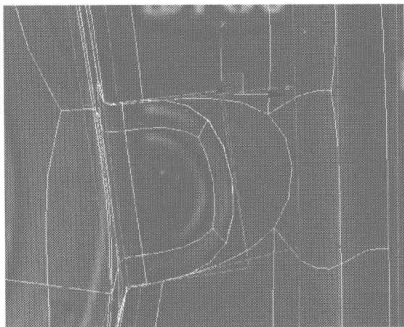
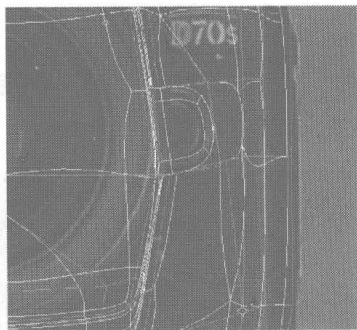

图 6.297
图 6.298
- 06** 切换为节点编辑，在 Front 视图中调整按钮的形状，如图 6.297 所示，再在按钮的两侧用 Cut 命令在如图 6.298 所示的位置添加细分线，并再进行细致的调整。